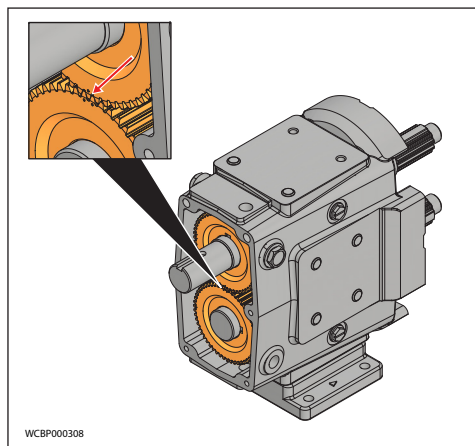

Figure 91 - Marques de l'engrenage de distribution
3. Faites glisser l'engrenage de l'arbre court sur l'arbre court. L'engrenage de l'arbre court présente deux marques de poinçonnage. Faites coïncider la marque de poinçonnage unique de l'engrenage droit avec les deux marques de poinçonnage de l'engrenage de l'arbre court (figure 91).